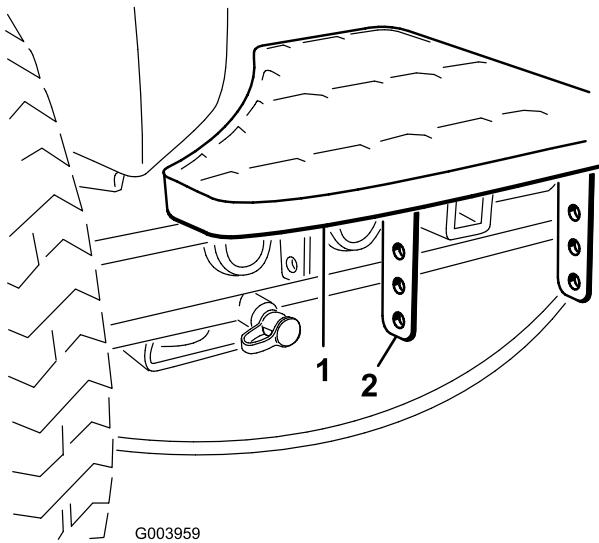

図2
1. ステップのブラケットをトラクションユニットのフレームに固定しているボルト2本を外す(図2)。